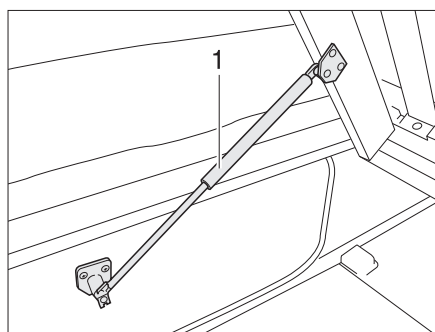

Fig. 116 Lit fixe
- Soulever le sommier à lattes. Les ressorts à pression de gaz (Fig. 116,1) maintiennent le sommier à lattes en position ouverte.